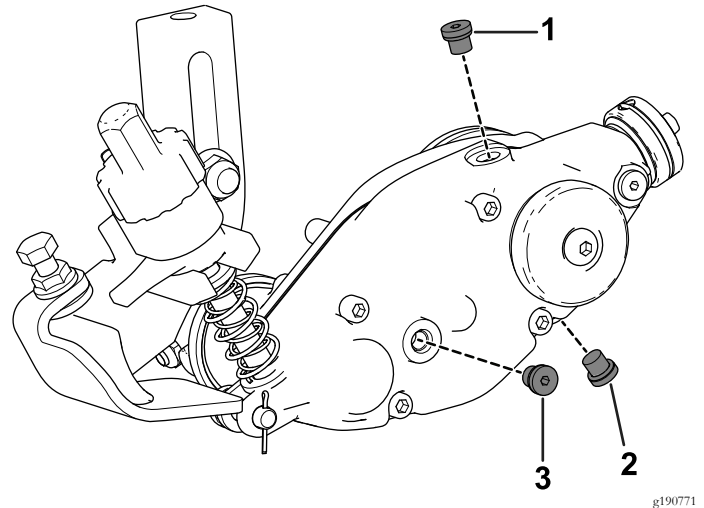

Figure 11
4. Retirez le bouchon de remplissage en haut du logement de groomer (Figure 11).